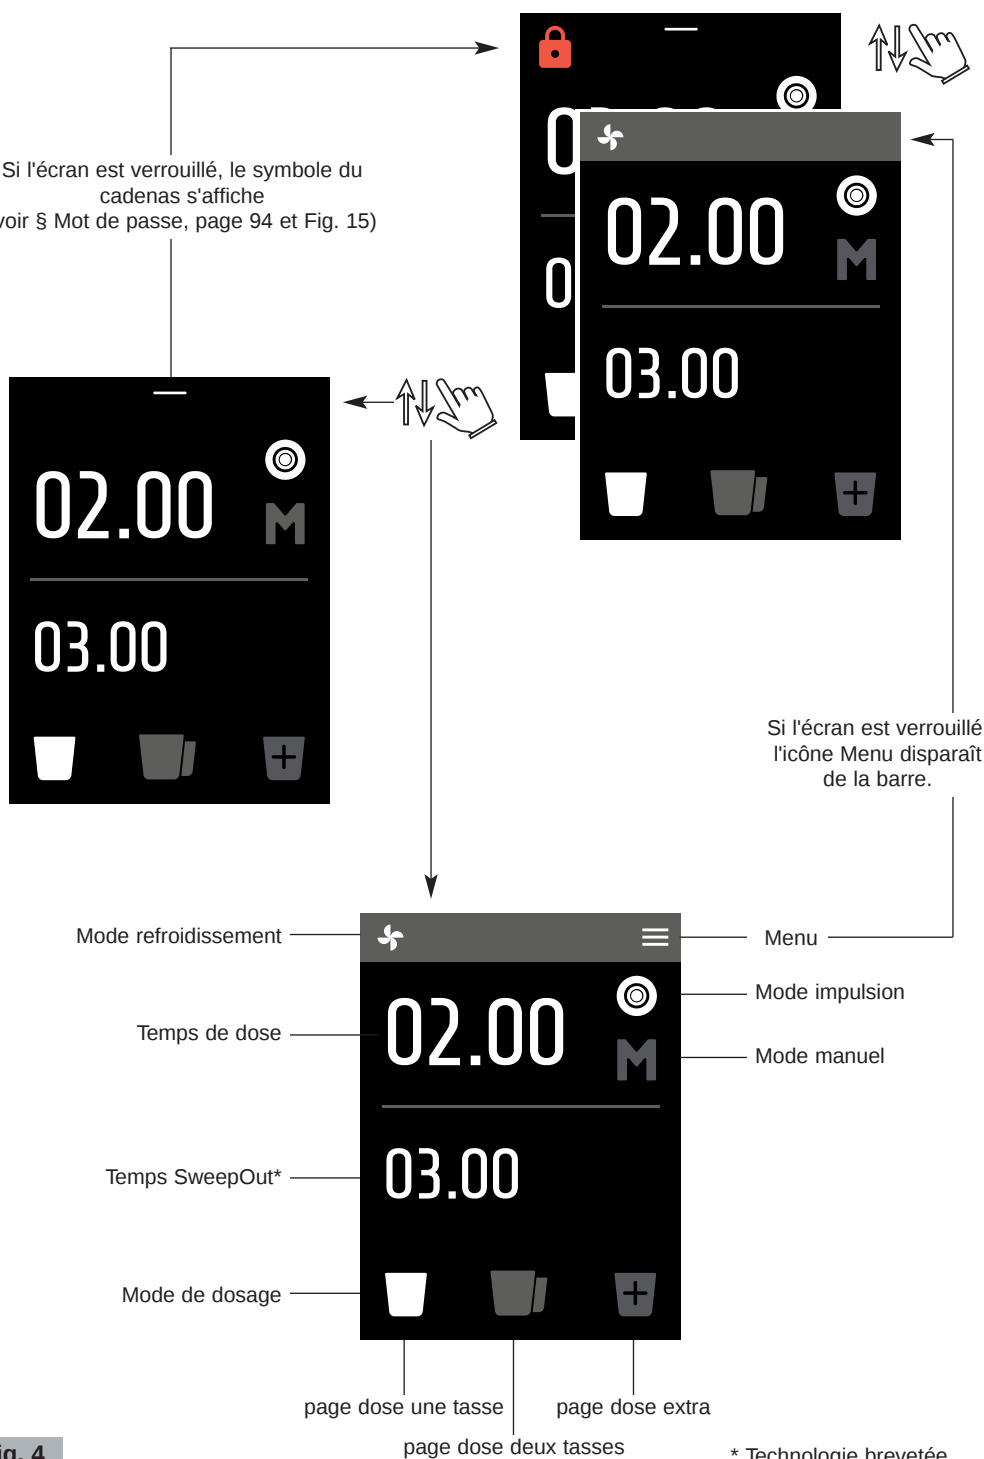

Fig. 4
Composants principaux (Fig. 1, Fig. 2, Fig. 3, Fig. 4)
| 7 | Panneau de contrôle (Fig. 1 et Fig. 4) | 16 | Disque indicateur de granulométrie |
- 2** Mettre l'interrupteur ON-OFF (14 Fig. 2) en position "I". Le panneau (7 Fig. 1) s'allume (voir Fig. 4).